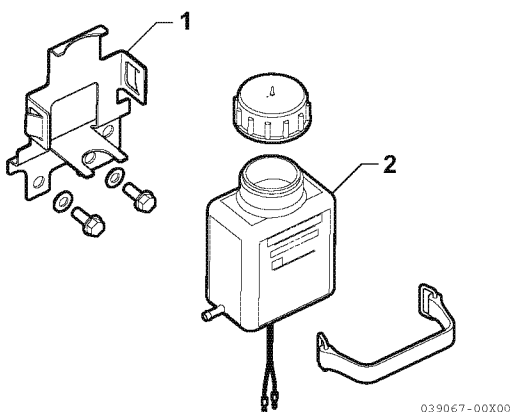

Figura 10
1. Retire el depósito de aceite del soporte (1, **Figura 10**).
3. Instale el depósito de aceite (2, **Figura 10**) en el soporte.